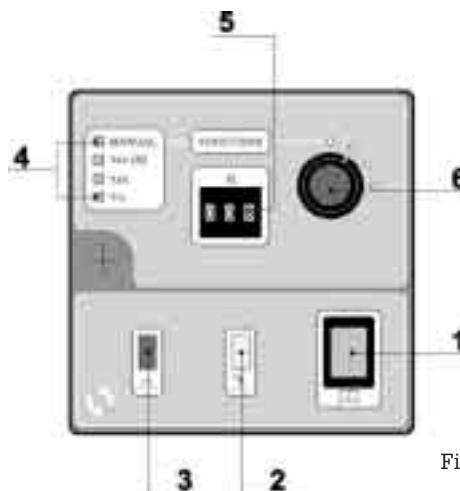

Fig. 20
8.2.3 - MANDOS DE LA BOMBA PB-VTF (Fig.20)